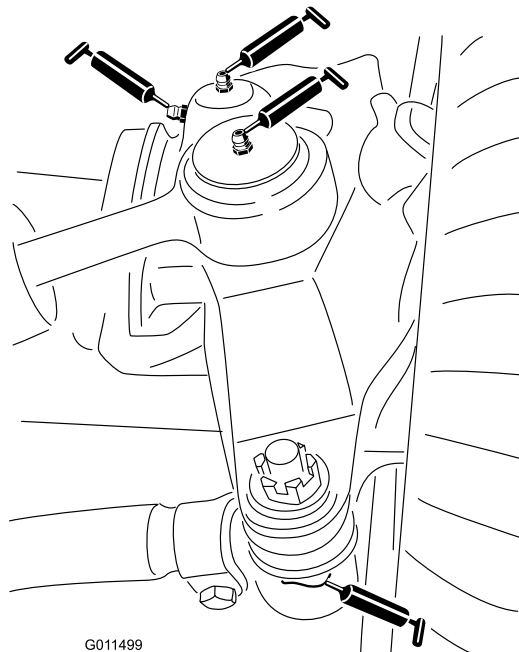

Bild 40
- Lenkzylinder-Kugelgelenke (2) (Bild 40)
- Zugstange-Kugelgelenke (2) (Bild 40)
- Achsschenkelbolzen (2) (Bild 40)